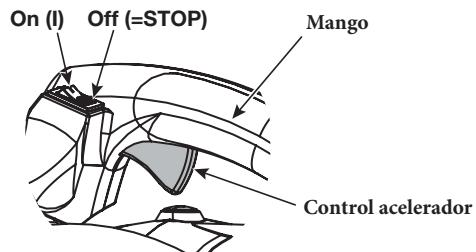

Fig. 5
Nota: No es necesario encender la unidad. El interruptor de encendido / apagado está en la posición de encendido (I) en todo momento (Fig. 5).
2. Mantenga presionado el interruptor de encendido / apagado en la posición de apagado (STOP) hasta que el motor se detenga por completo (Fig. 5).